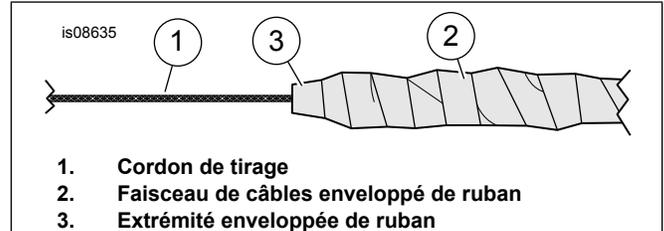

Figure 2. Cordon de tirage et faisceau de câbles
- Consultez Figure 2. Acheminez un cordon adapté (1) à travers le guidon. Attachez le cordon au faisceau de fils. Enveloppez de ruban (2) le faisceau et les broches. Le ruban devrait devenir plus étroit à son extrémité (3) et être flexible afin de l'acheminer plus facilement dans le guidon.